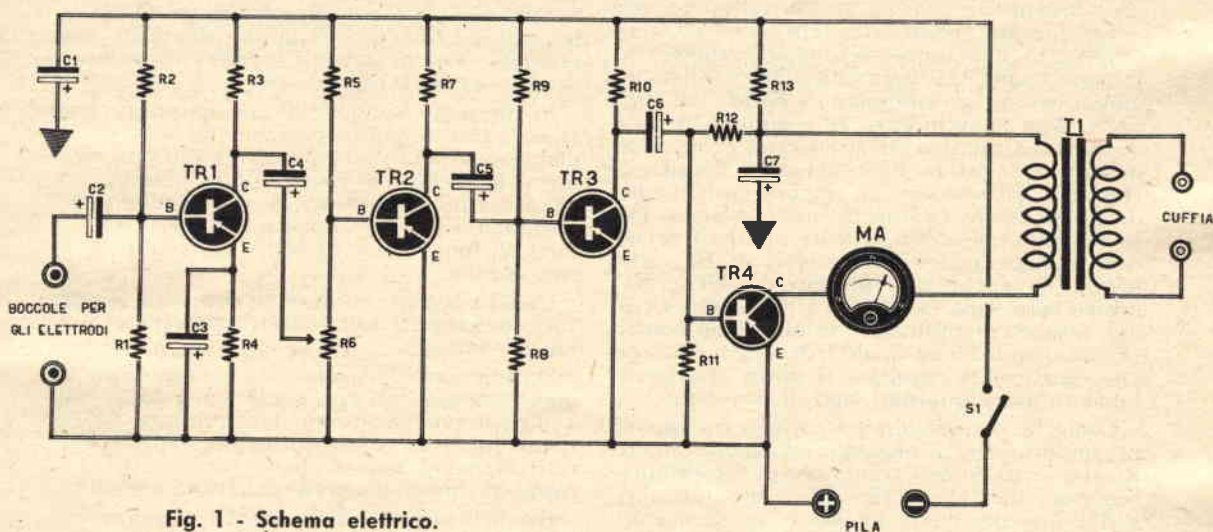

Fig. 1 - Schema elettrico.
**Questo è il mobiletto da costruire! Notate come (vedi Fig. 1), in uno spazio così ristretto, esso sia in grado di conservare ordinatamente una notevole quantità di utensili, che normalmente invadono la casa.**